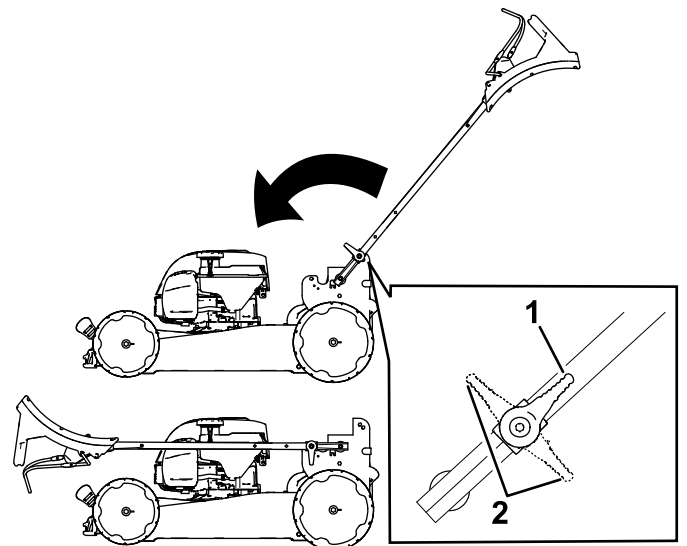

Figure 25
3. Déverrouillez le guidon (Figure 25).
4. Pliez le guidon complètement en avant (Figure 25).